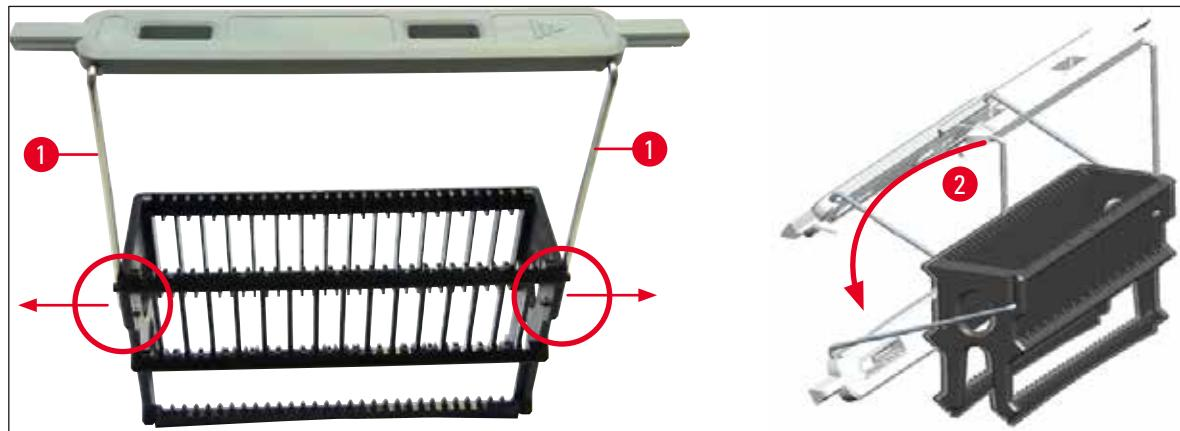

図 69
- ハンドルがラックの真上に位置していることを確認します（→ 図 69）。